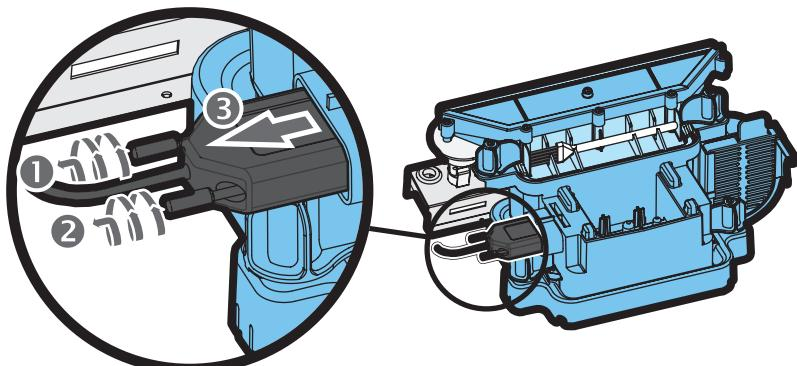

Fig.8
4. Desconecte el conector eléctrico, ubicado en el lado izquierdo del sumidero, aflojando primero los dos tornillos de retención y retirando con cuidado el conector. (Vea la Fig. 8)